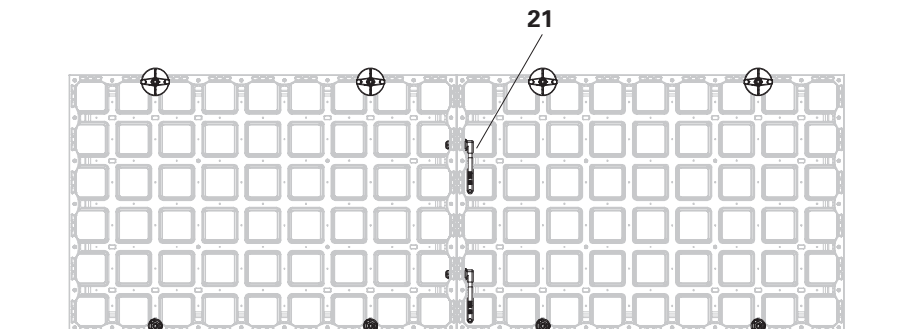

Fig. B11.01b
Lorsque des panneaux sont utilisés dans le sens horizontal, seuls 2 connecteurs DUO (21) sont nécessaires pour relier les jonctions courtes. (Fig. B11.01b)